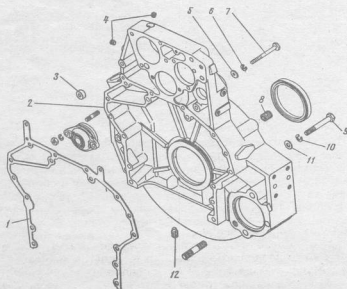

Рис. 9. Картер маховика:
17. Отвернуть болты 7 и 9 (Рис.9) крепления с шайбами 5, 6, 10 и 11 картера маховика к блоку цилиндров, снять картер 2 маховика в сборе и прокладку 1 с блока цилиндров. (Головки сменные 17 и 19 мм, с п. к., лопатка для снятия прокладок).